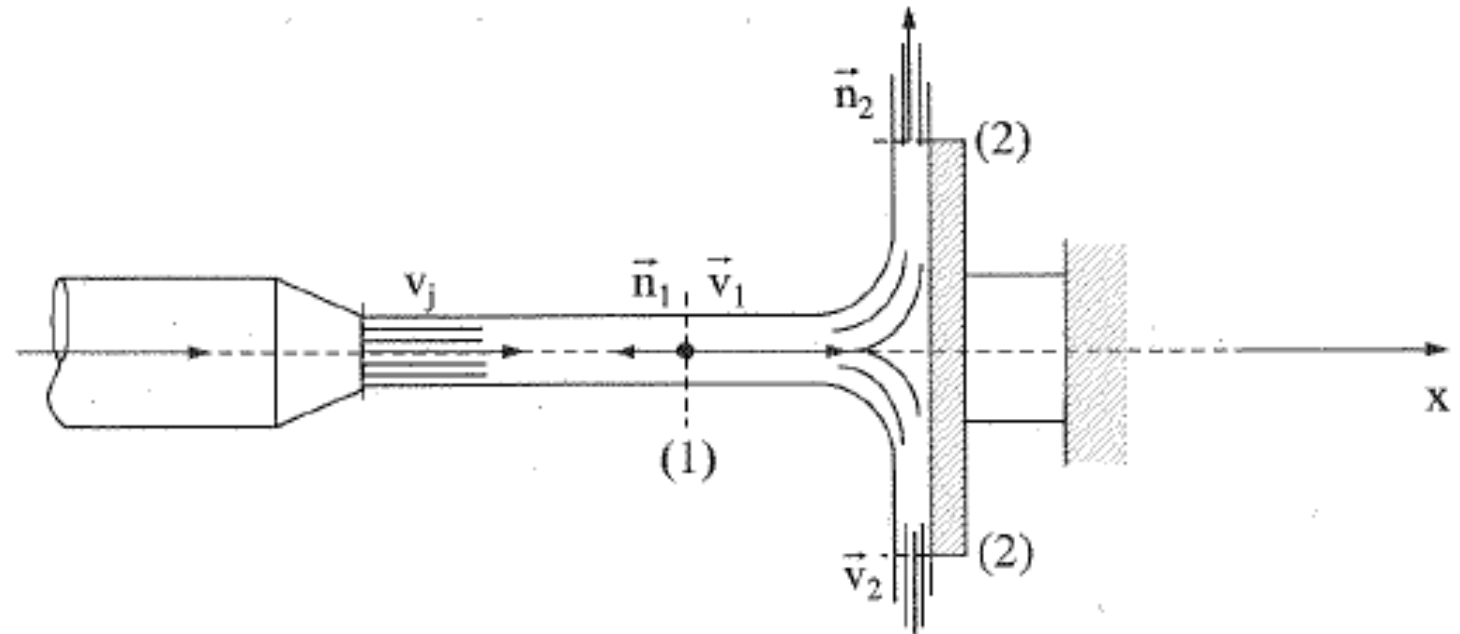

Figura 6
- O jato a atingir o anteparo é espalhado uniformemente em todas as direções. Desta forma a velocidade  $v_2$  não terá componente na direção do eixo  $x$  [Figura 6]